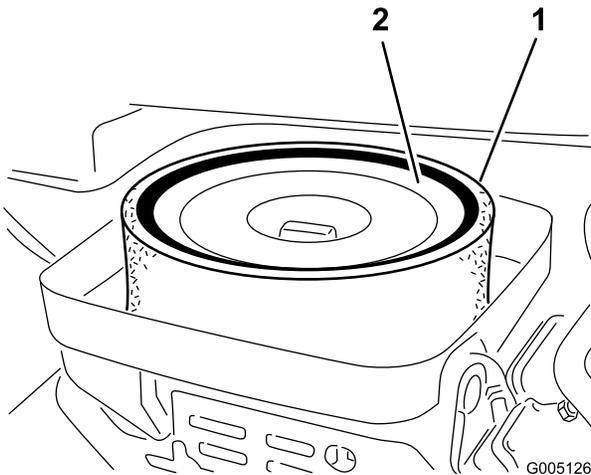

图41
3. 卸下将滤芯固定到空气滤清器壳体上的蝶形螺帽（图41）。
4. 如果泡沫滤芯变脏，请将其从纸质滤芯中取出（图41）。按照以下方式彻底清洁滤芯：